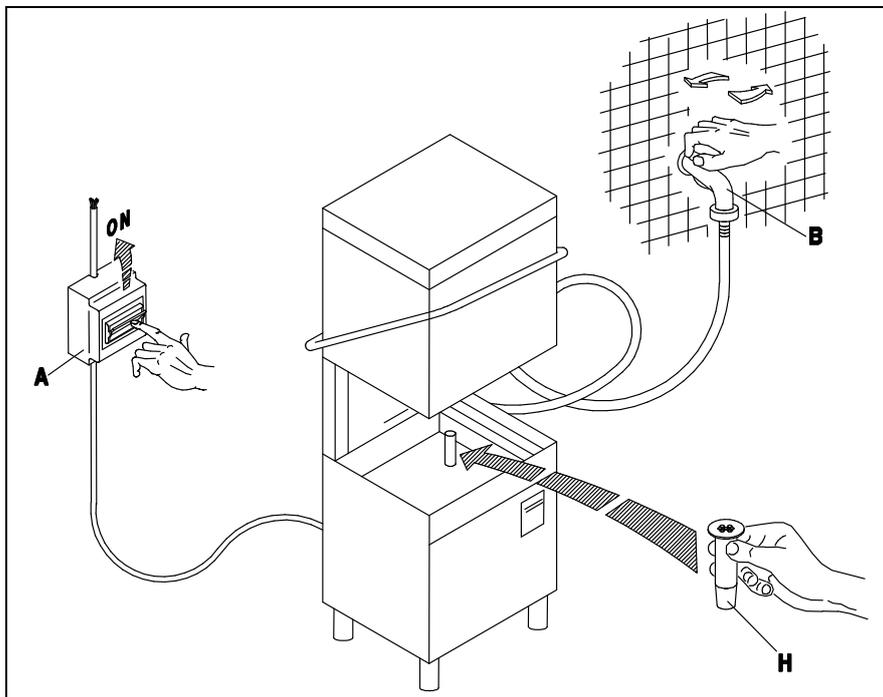

Bild. 3-1
- Öffnen Sie den Wasserhahn (B) und betätigen Sie den Hauptschalter (A). Beim Betätigen des Schalters (1) am Geschirrspüler wird die Anzeige (A) aufleuchten, an der Sie erkennen können, daß die Maschine unter Spannung steht. Bei geschlossener Haube läuft Wasser in die Maschine; ist die nötige Wassermenge einmal erreicht, so schalten die Heizungen des Tanks und des Boilers automatisch ein. Der Betrieb der Heizungen wird durch das Aufleuchten der Anzeigen (D) und (E) erkennbar. Beide Leuchtanzeigen erlöschen, wenn das Wasser eine vorbestimmte Temperatur erreicht hat, d. h. wenn die Maschine betriebsbereit ist. (Bild. 3-1 - 3-2)
Nun die START-Taste (3) mindestens 2 Sekunden lang drücken, und das Spülprogramm beginnt, die Kontrolllampe (C) leuchtet auf und am Programmende erlischt die Kontrolllampe. So werden zunächst das Hauptspülen, dann das Teil-Entleeren des Spülbehälters und schließlich das Warmspülen automatisch durchgeführt. Um das Gerät auszuschalten, muß der Schalter (1) auf die Position (0) gestellt werden, die Kontrolllampe (A) erlischt. (Bild.3-1÷3-3).